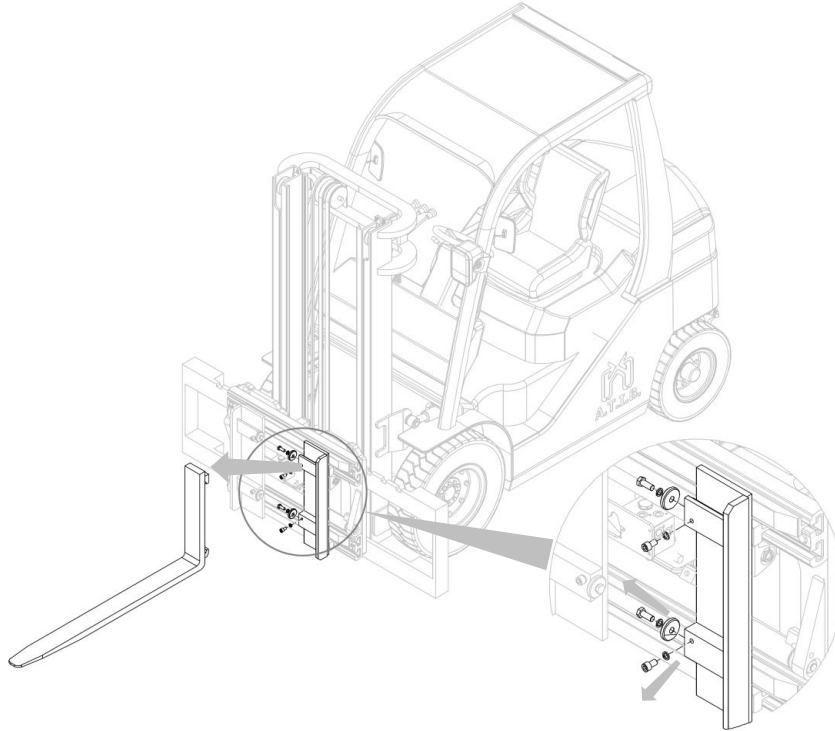

Figura 23
2. Rimuovere le forche dopo aver rimosso i relativi fermi forca (vedi *Figura 23*).